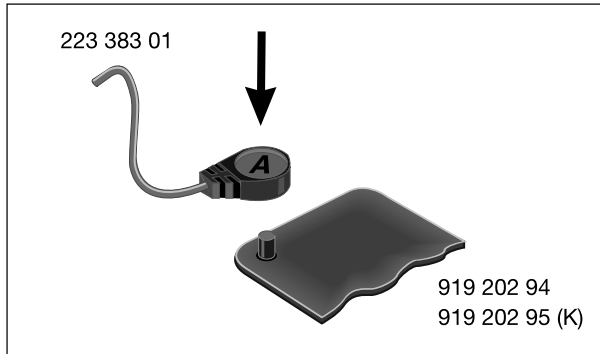

Bild 5-4. Anschließen der Verbindungsleitung
- * Drücken Sie den Anschlußstecker der Verbindungsleitung 223 383 01 so auf den Elektrodenkontaktstift, daß er deutlich einrastet. Achten Sie auf die Steckerbeschriftung „A“ (APEX) und „S“ (STERNUM) (Bild 5-4).